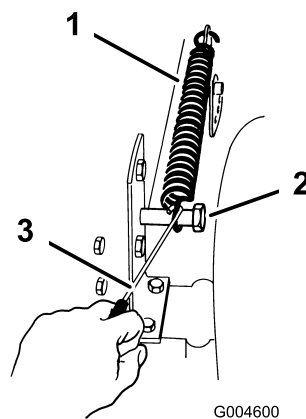

Figura 39
- Togliete la molla della leva di regolazione dell'altezza di taglio dal bullone di fissaggio (Figura 39), con l'attrezzo in dotazione al trattore.